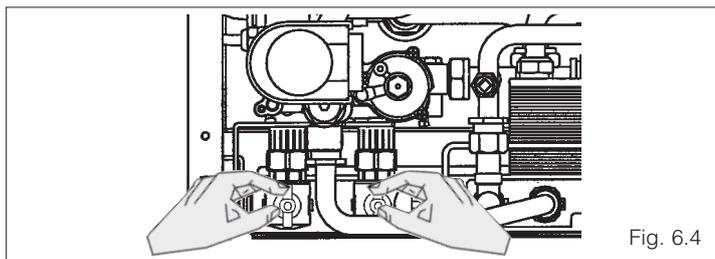

Fig. 6.4
- chiudere i rubinetti di mandata e ritorno impianto (fig. 6.4).